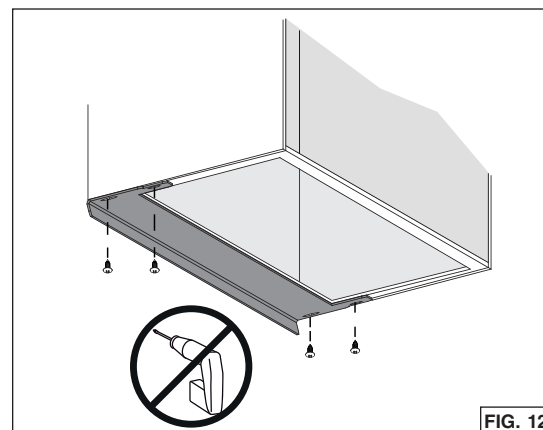

FIG. 12
7. Cintas protectoras, en 3 formatos diferentes, están incluidas con estos aparatos. Están diseñadas para gabinetes de hasta 13 pulg. de profundidad. Se ofrece un otro juego de 4 cintas protectoras para gabinetes de hasta 15 pulg. de profundidad (para HBN1246SS: HADTBN24, para HBN1306SS: HADTBN30). Elegir la cinta que puede cubrir el borde trasero del gabinete. Usar 4 tornillos para madera de cabeza redondeada n.º 6 x 5/8 pulg. (incluidos) para sujetarla (FIG. 12).